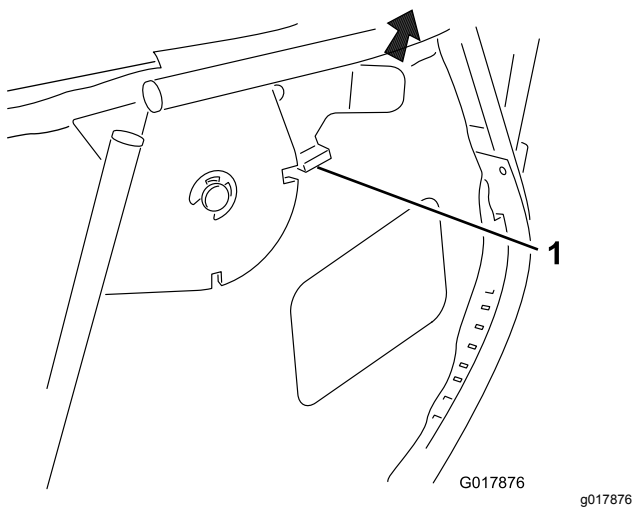

Figure 17
1. Ouvrez le verrou (Figure 17).